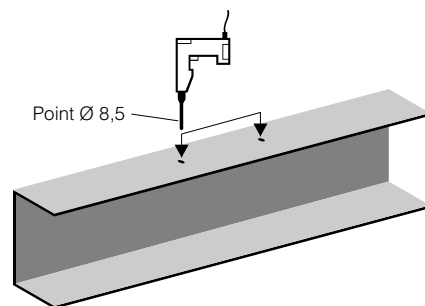

Fig. 3
3. Oter le gabarit et élargir les trous effectués sur l'arcade avec une pointe d'un diamètre de 8.5 mm (Fig.3).